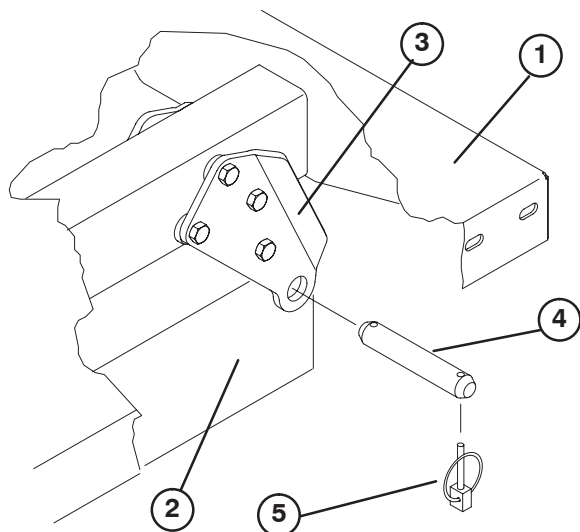

Figure 10
- Retirez les axes qui fixent les côtés tiges de vérins aux plaques de montage du plateau en les poussant vers l'intérieur (Fig. 10).
- Enlevez les goupilles à anneau et les axes de chape qui fixent les supports de pivot aux profilés du châssis (Fig. 10).
Remarque : Vérifiez que les plaques de pivot arrière sont boulonnées aux châssis/profilé du véhicule de sorte que l'extrémité inférieure soit inclinées vers l'arrière (Fig. 10).
2. Avec précaution, placez le plateau sur le châssis du véhicule en alignant les trous des plaques de pivot arrière et ceux du profilé arrière du châssis. Montez (2) axes de fixation et goupilles à anneau (Fig. 10).
3. Abaissez le plateau, fixez chaque extrémité de la tige du vérin aux fentes appropriées dans les plaques de montage du plateau au moyen d'un axe et d'une goupille à anneau. Insérez l'axe de fixation par l'extérieur du plateau, la goupille à anneau vers l'extérieur (Fig. 10). Les fentes arrière sont réservées à l'installation du plateau complet et les fentes avant à l'installation du plateau 2/3.